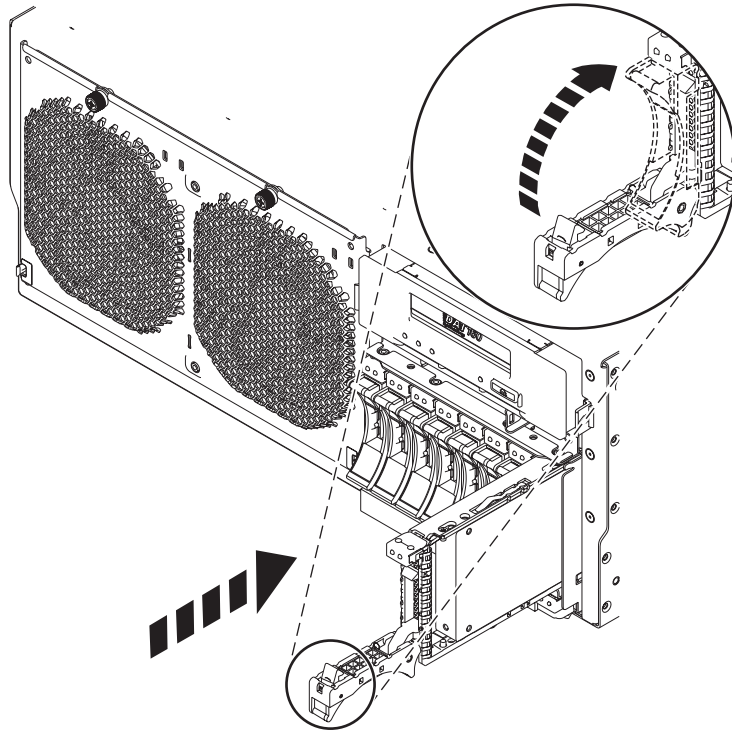

Figure 19. Remplacement d'une unité de disque dans l'unité centrale
7. Lorsque le voyant d'identification s'allume et reste fixe, faites glisser complètement l'unité de disque ou l'unité SSD dans l'unité centrale ou dans une unité d'extension, et poussez complètement la poignée **(A)** de l'unité jusqu'à ce qu'elle se verrouille, comme indiqué à la figure 19, à la page 37.